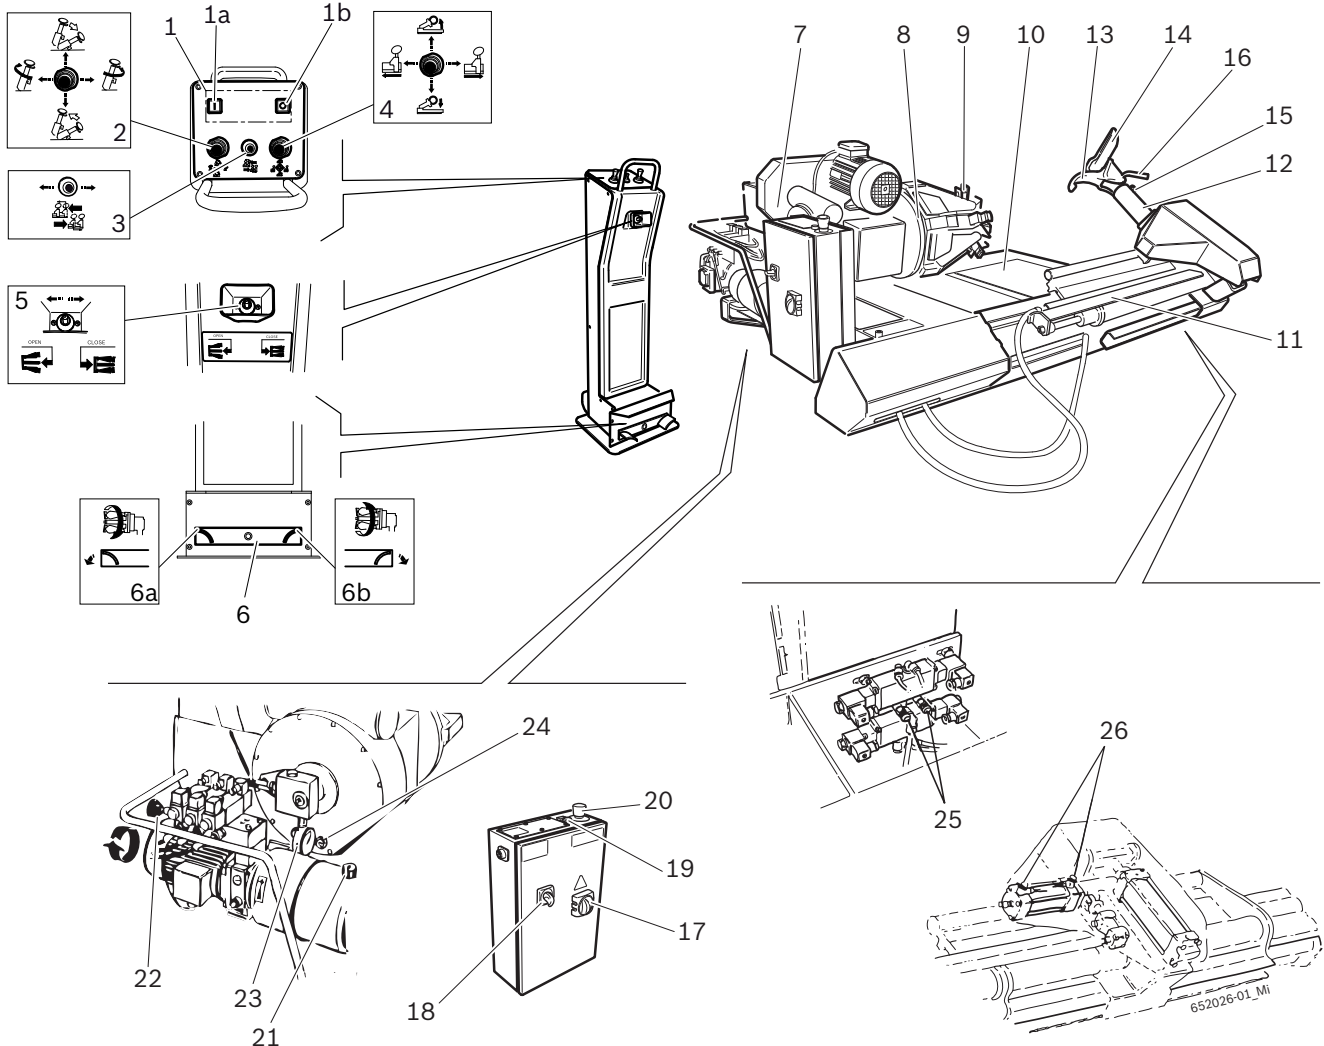

Fig. 1: JUMBO TCS56
**i** Der Antrieb des Spannflanschs erfolgt über einen Hochdruck-Hydraulikkreis mit einem Einstellbereich zwischen 20 bis 130 Bar; die Einstellung erfolgt über den entsprechenden Druckregler (Fig. 1 Pos. 20) und das Ablesen des aktuellen Druckwerts auf dem Manometer (Fig. 1, Pos.21). Der normale Betriebsdruck beträgt 130 Bar. Bei weniger widerstandsfähigen oder extrem dünnen Felgen muss dieser Druck verringert werden.